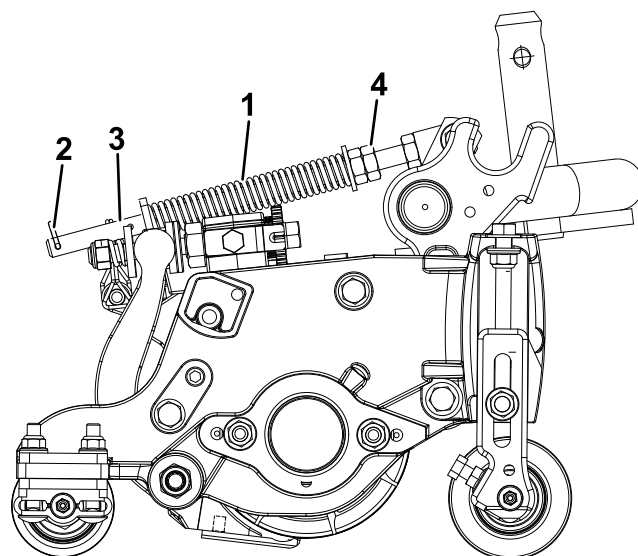

Рисунок 14
Пружина компенсации состояния грунта (Рисунок 14) переносит вес с переднего на задний каток. Это препятствует образованию на грунте волнообразных неровностей (так называемые «волны» или «трясучка»).
1. Убедитесь в том, что шплинт вставлен в заднее отверстие штока пружины (Рисунок 14).